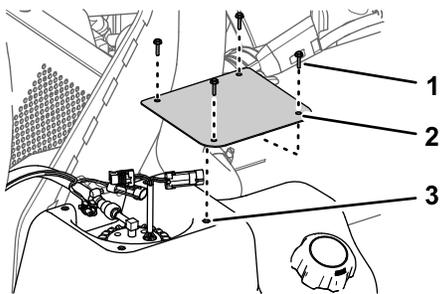

Figura 84
1. Encaixe a cobertura no depósito (Figura 84) com os 4 parafusos (n. 10 x 3/4 pol.) que removeu no passo 2 de Remoção da tampa da bomba de combustível (página 67).